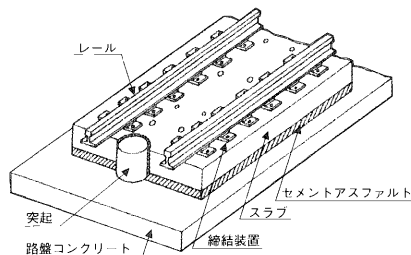

図2 スラブ軌道
- スラブ軌道：直結軌道で、特にコンクリートのスラブを用いた軌道(図2)
(2) まくらぎ(sleeper)